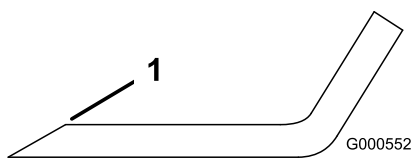

Figure 107
1. Au moyen d'une lime, aiguissez les tranchants aux deux extrémités de la lame (Figure 107).
**Remarque:** Si la lame est déséquilibrée, limez un peu l'extrémité de l'ailette seulement (Figure 107).